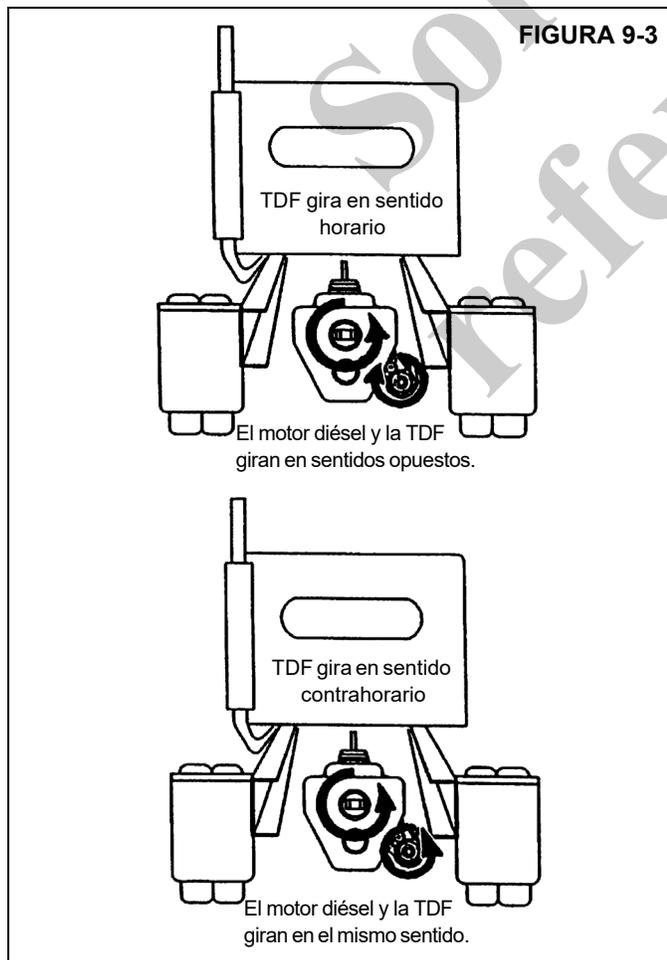

FIGURA 9-3
No confunda el sentido de rotación del cigüeñal del motor con el sentido de rotación de la toma de fuerza. Si el eje de la toma de fuerza gira en sentido opuesto al cigüeñal del motor, gira en sentido horario (CW), visto desde la parte trasera del camión. Si el eje de la toma de fuerza gira en el mismo sentido que el cigüeñal del motor, gira en sentido contrahorario (CCW), visto desde la parte trasera del camión. Consulte la Figura 9-3.